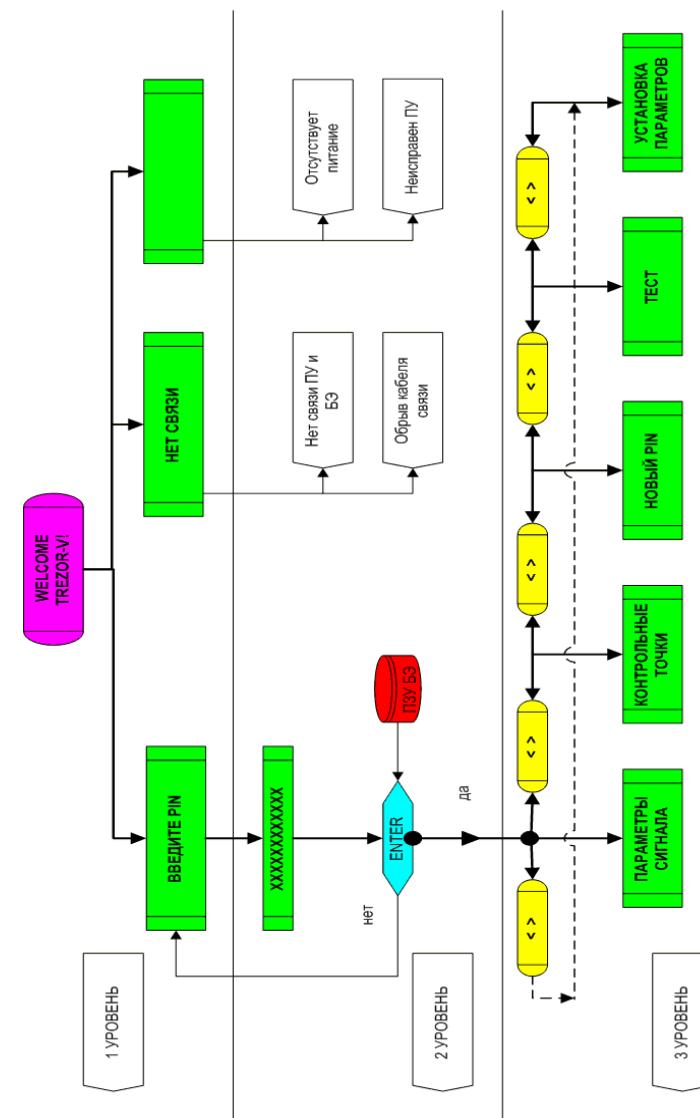
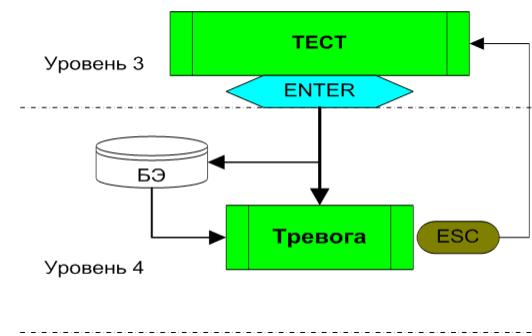

Рис. 3.1. Структурная схема верхних уровней системного меню ПУ
Рис. 3.5. Структурная схема раздела «ТЕСТ» системного меню ПУ
- 3.2.2.2. На экране ЖК-индикатора ПУ появляются иконки многоуровневого системного меню, при помощи которого осуществляется управление параметрами БЭ. Структурная схема верхних (1...3) уровней системного меню ПУ приведена на рис. 3.1.
3 уровень: На этом, основном уровне системного меню пользователь остается, двигаясь от раздела к разделу меню (по кругу) с помощью клавиши «→» (слева направо, рис. 3.1.), или с помощью клавиши «←» (справа налево, рис. 3.1.). Переход с 3-го на нижний 4-й уровень (в разделе) осуществляется нажатием клавиши «ENTER».
На рис. 3.5. изображена структурная схема раздела «ТЕСТ».
3.2.3.1. После того, как произведен первый контроль работоспособности изделия согласно п. 3.2.1., необходима более тщательная его проверка с помощью ПУ перед процедурой настройки. Для этого необходимо подсоединить ПУ к БЭ, дождаться надписи «**ВВЕДИТЕ PIN**» на ЖК-индикаторе, ввести корректный PIN-код и выйти на основной 3-й уровень системного меню (рис. 3.1.). С помощью клавиши «→» осуществить переход в раздел «TEST» (рис. 3.5.), нажать клавишу «ENTER» и убедиться в свечении (1...5 с) красного светофиода «Тревога» на плате БЭ, а также появлении надписи «Тревога» на ЖК-индикаторе.